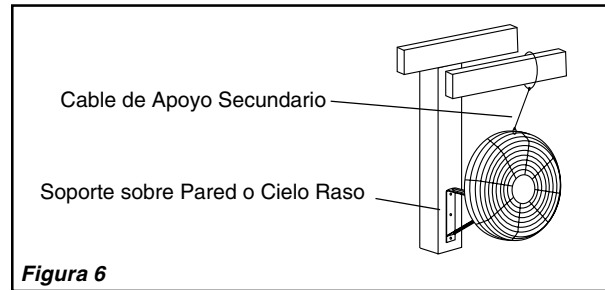

Figura 6
3. Enroscar el otro cabo del Cable alrededor de una viga o armazón segura de la edificación, o de otro soporte cercano al Ventilador. (Figura 6) Recoger todo lo del cable que quede sobrando.